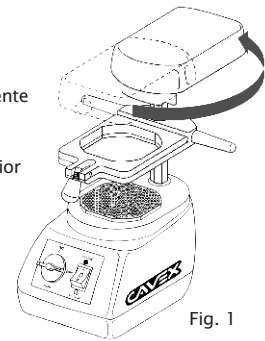

Fig. 1
1. Gire el elemento calefactor hacia atrás y encienda la calefacción (fig. 1). El precalentamiento dura aproximadamente 3 minutos. No siempre es necesario precalentar, aunque se recomienda al menos para láminas con un grosor inferior a 1 mm.